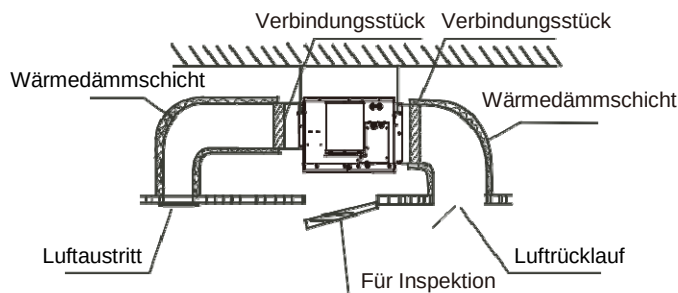

Abbildung 6.1
- (1) Um einen Kurzschluss der Luftzufuhr zu vermeiden, dürfen die Rohrleitungen für Luftaustritt und Luftrückführung nicht zu nah beieinander sein.
- (2) Vor der Montage des Luftkanals ist sicherzustellen, dass der statische Druck des Luftkanals innerhalb des zulässigen Bereichs des Innengerätes liegt (siehe Abschnitt 6.2).
- (3) Schließen Sie das Verbindungsstück an die Luftrückführungs- und Luftauslasskanäle an, um zu verhindern, dass Vibrationen vom Innengerät an die Decke gelangen.
- (4) Verwenden Sie Wärmedämmstoffe mit einer Dicke von 25 mm oder mehr, um Kondensation am Luftkanal zu vermeiden.
- (5) Schließen Sie den Luftkanal wie in Abbildung 6.1 dargestellt an.